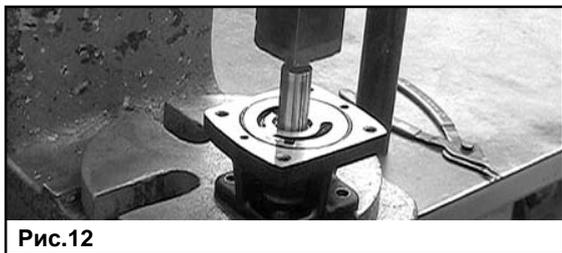

Рис.12
3. Поместите корпус на место на оправочном прессе. Конец вала с нарезанной резьбой должен быть внутри крепления. Выдавите узел вала оправочным прессом (рис. 12).